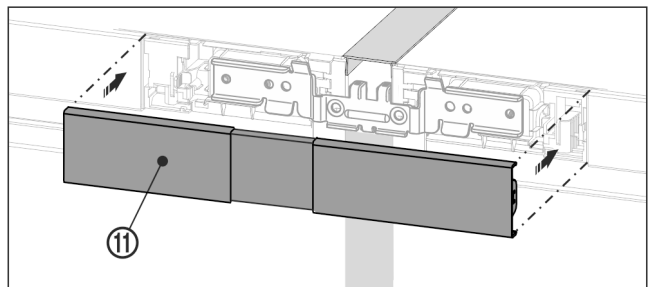

Fig. 30
- ▶ Obere Abdeckung *Fig. 30 (11)* auf den noch offenen Zwischenraum der beiden Bedienteilblenden aufrasten. Darauf achten, dass die Aussenseiten der Abdeckung bündig mit den Bedienteilblenden abschließen.